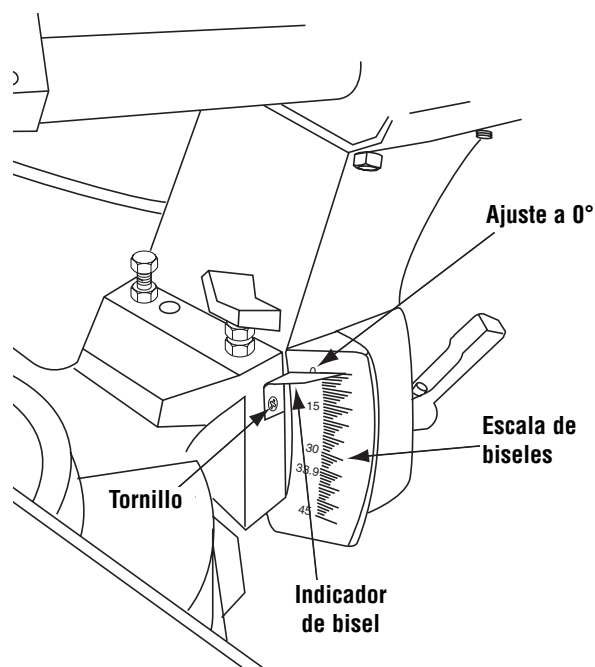

Figura 7. Indicador de bisel
Esta escala está fundida en la sierra. Le permite leer los ángulos de bisel fácilmente. (Figura 7, página 47).
- f. Ajuste el indicador de bisel. Afloje el tornillo y alinee el indicador con la marca de 0°. Apriete el tornillo (Figura 7).
- e. Compruebe que el indicador de bisel señale hacia la marca de 45° en la escala de biseles (vea la Figura 7). Si el indicador de bisel no está alineado con la marca de 45°, primero vuelva a comprobar la perpendicularidad de la hoja respecto a la mesa y la alineación del indicador de bisel de 0°. Luego, repita la operación para la alineación de la hoja a 45° y haga los ajustes adecuados.